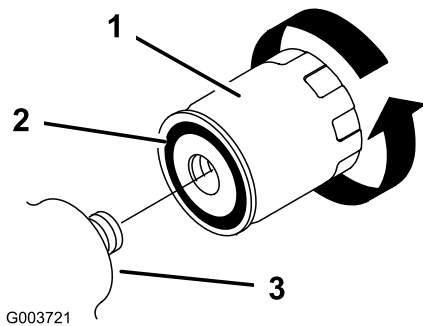

Bild 37
5. Entfernen Sie den alten Filter (**Bild 37**) und wischen Sie die Kontaktfläche am Filteradapter ab.
6. Ölen Sie die Gummidichtung am Ersatzfilter leicht mit Frischöl ein (**Bild 37**).
7. Drehen Sie den Austauschfilter auf den Filteradapter auf (**Bild 37**). Ziehen Sie ihn nach rechts fest, bis die Gummidichtung den Filteradapter berührt. Ziehen Sie ihn dann um eine weitere halbe Umdrehung an.